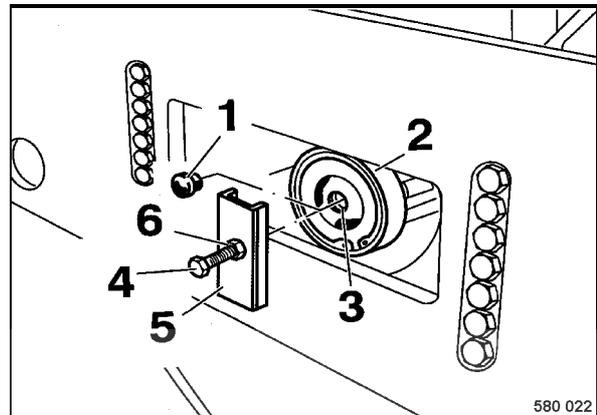

fig. 77
- Dévisser le bouchon fileté 1 (fig. 77).
- Placer la barre de fer en U (5) contre le carter du frein (2) et visser la vis (4) à fond dans le taraudage (3).
- Visser l'écrou (6) puis le tendre d'env. 1 tour. Le bandage doit maintenant tourner librement.